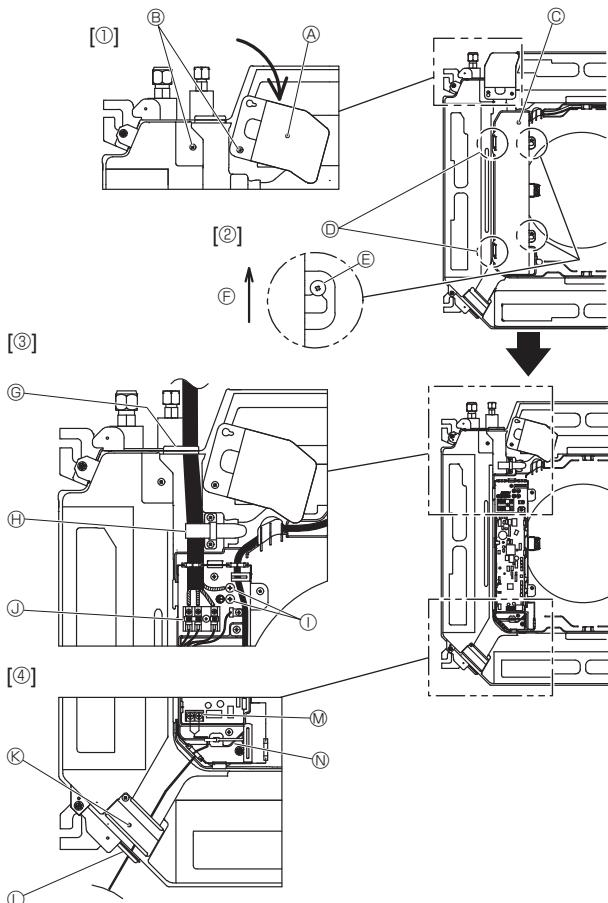
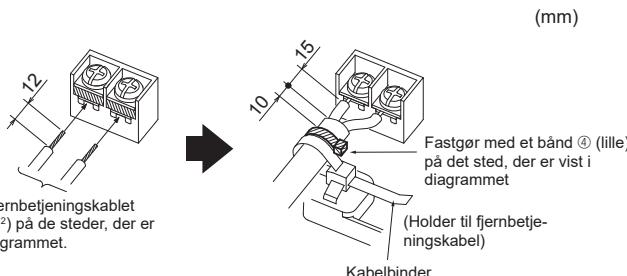

Fig. 6-1
Fig. 6-3
### 6.1. Indendørs enhed (Fig. 6-1)
- Løsn de to skruer, der holder servicepanelet til elektrisk ledningsføring fast, og vend derefter servicepanelet til elektrisk ledningsføring. [Fig. 6-1 ①]
- Løsn de to skruer, der holder dækslet over el-boksen fast, og skub derefter dækslet af. [Fig. 6-1 ②]
- Før strømkablet, indendørs-/udendørsenhedens tilslutningskabel og jordforbindelseskablet gennem åbningerne til ledningsføring, som vist i diagrammet. [Fig. 6-1 ③]
- Se Fig. 6-3 til 6-6, hvis du ikke kan bruge runde, krympede terminaler. Se 6.1.1. og 6.1.2. for at få flere oplysninger om forbindelsen.
- Før fjernbetjeningens styrekabel gennem de respektive åbninger til ledningsføring som vist i diagrammet. [Fig. 6-1 ④, Fig. 6-3]